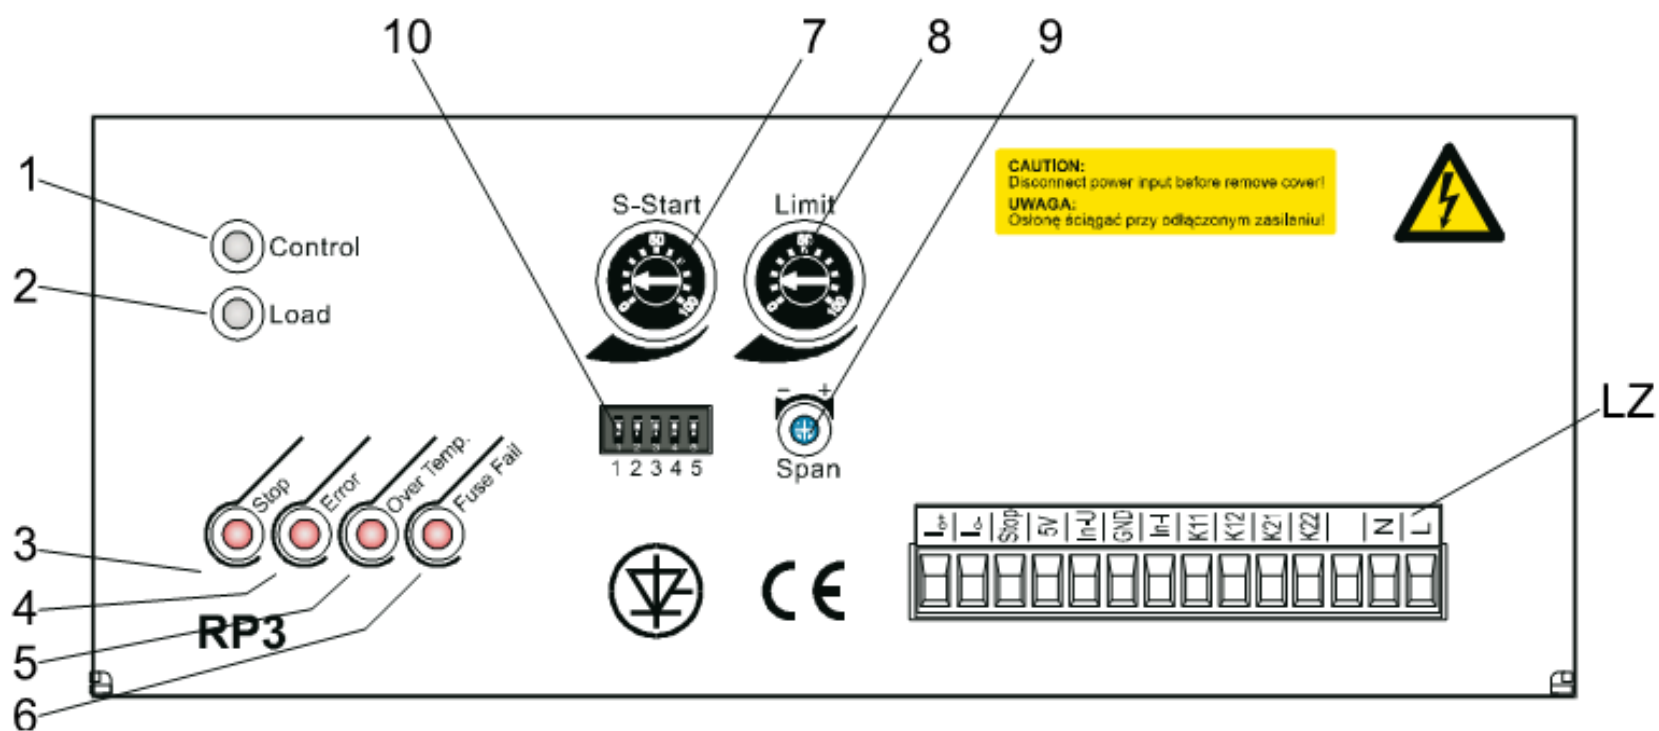

Рис.3. Вид лицевой панели регулятора мощности RP3
На лицевой панели регулятора мощности RP3 представлены органы индикации и управления (рис.3).
- а) к клеммному ряду LZ1 (рис.3) - от 0,35 до 2,5 мм²;
Питание регулятора мощности (Gate Triggering System – **GTS**) необходимо подключить к клеммам **L1** и **N** клеммного ряда LZ1 (рис.3).